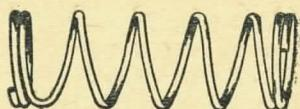

Рис. 20. Пружина подвижной трубы
**Пружина подвижной трубы** (рис. 20), упираясь задним концом в уступ центрального канала барабана, а передним — в уступ подвижной трубы, стремится выдвинуть трубку вперед, но так как трубка упирается концом в переднюю стенку